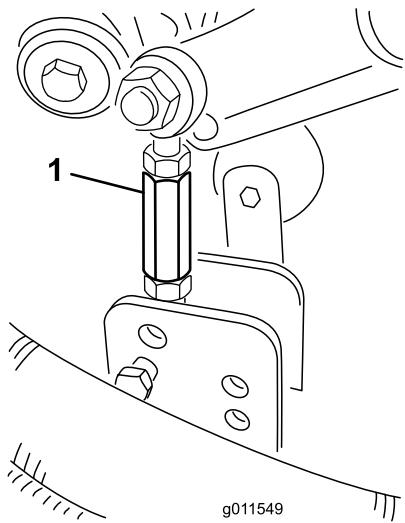

Bild 24
9. Entfernen Sie die Splints und Lastösenbolzen, mit denen die Stoßdämpferlenker an den Mähwerkhalterungen befestigt sind (Bild 24).